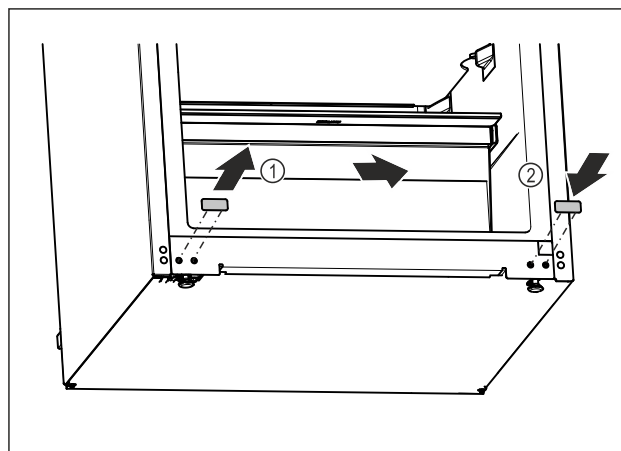

Fig. 20
- ▶ Extrageți dopurile de acoperire. Fig. 20 (1)
- ▶ Montați dopurile de acoperire pe partea opusă. Fig. 20 (2)